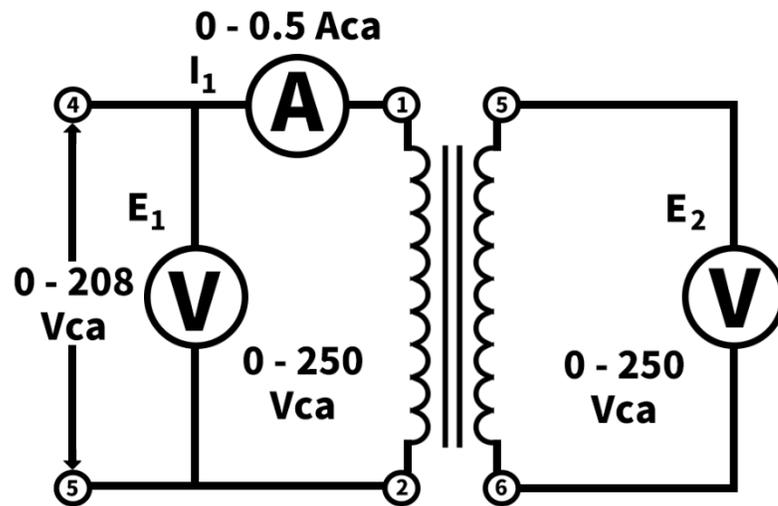

Figura 1-4
- a) Conecte el circuito que se ilustra en la Figura 1-4. Observe que las terminales 4 y 5 de la fuente de alimentación se van a utilizar ahora. Estas terminales proporcionan un voltaje variable de 0-208 Vca.